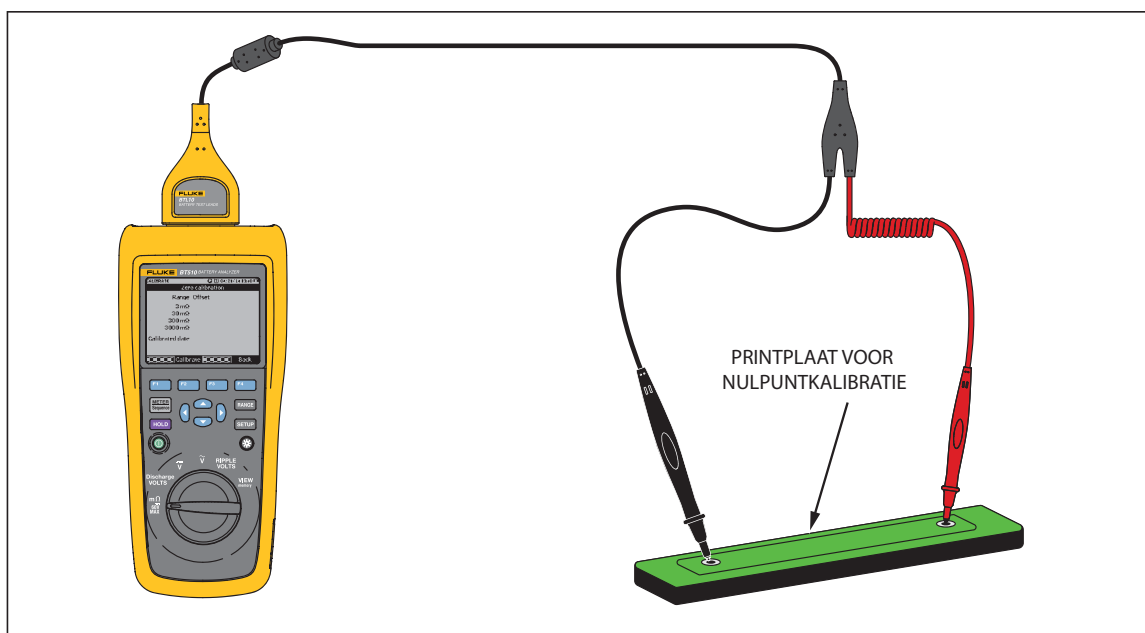

Figure 6-4. Opstelling voor nulpunktkalibratie
1. Plaats de printplaat voor nulpunktkalibratie horizontaal op een vlak oppervlak. Zie afbeelding 6-4.